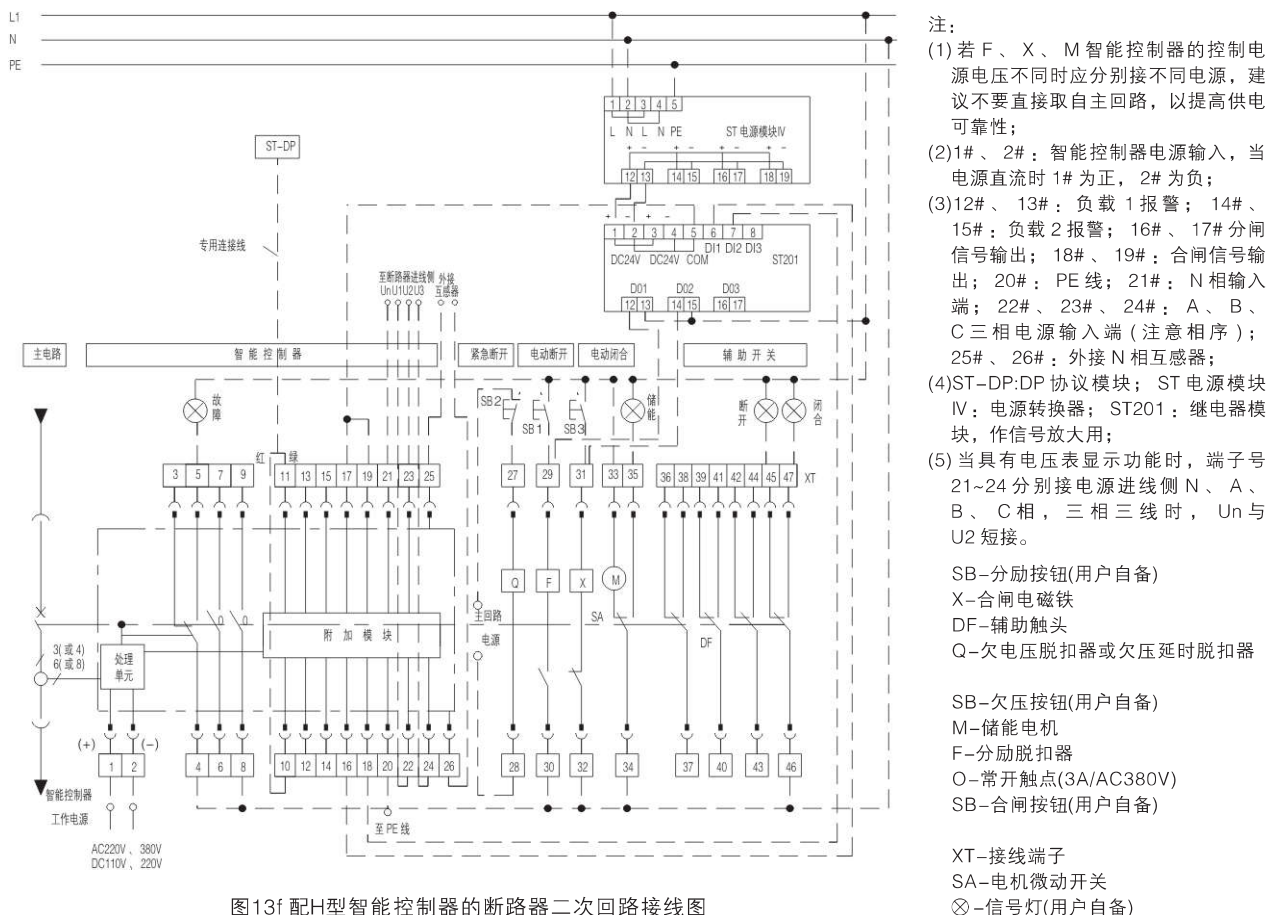

图13f 配H型智能控制器的断路器二次回路接线图
• 2000~4000(200~4000A)H型智能控制器的断路器二次回路接线图，见图13f(辅助开关为四组转换触头)